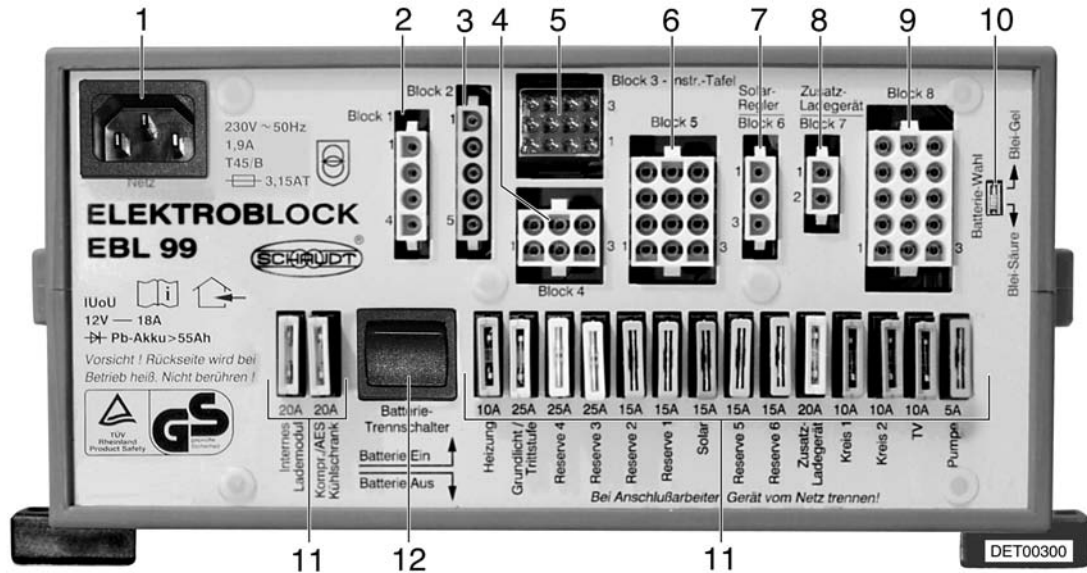

Bild 93 Elektroblock EBL 99
Der Elektroblock (Bild 93) ist unter dem Beifahrersitz (Camp Classic, Tramp Classic) oder unter dem Fahrersitz (Van) eingebaut.
Der Batterie-Trennschalter (Bild 93,12) schaltet alle 12-V-Verbraucher des Wohnbereichs aus, auch das Sicherheits-/Ablassventil. Dadurch wird eine langsame Entladung der Wohnraumbatterie vermieden, wenn das Reisemobil über längere Zeit nicht benutzt wird (z. B. vorübergehende Stilllegung).
- ▷ Die werkseitige Einstellung des Batterie-Wahlschalters (Bild 93,10) ("Blei-Gel") nicht verändern.